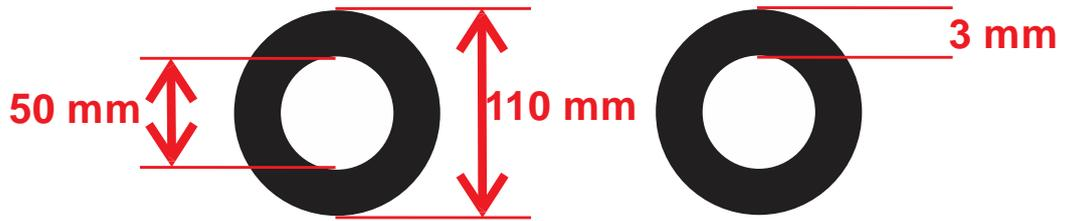

Figura 8 – Ilhós
3.7. ILHÓS REDONDO COM DIMENSÕES CONFORME FIGURA A SEGUIR PRODUZIDO EM LATÃO, COM ARROELA INTERNA DE REFORÇO NA COR PRETO. (VIDE ANEXO A - FIGURA 8).